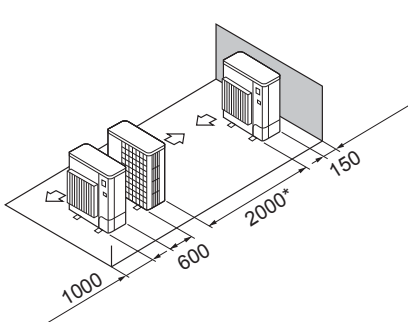

Fig. 2-12
⑤ Tekli paralel ünite düzeni (Fig. 2-12)